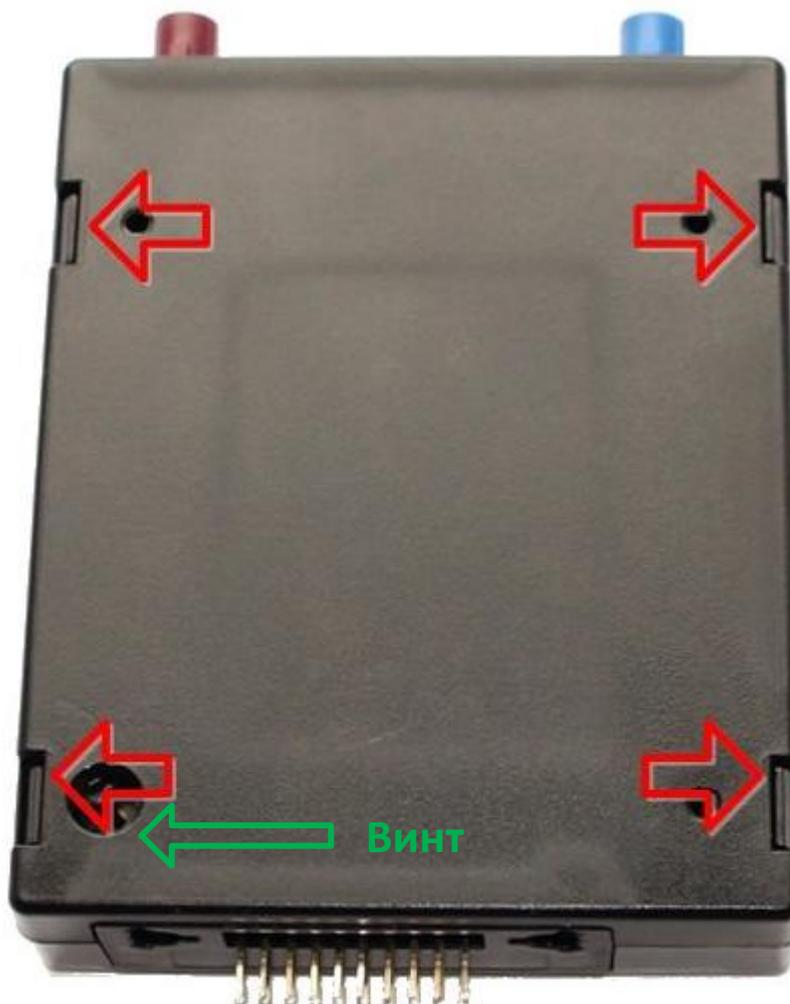

Рисунок 4.2.
2. Вставьте SIM-карту в держатель, удерживая ее за срезанный край (рисунок 4.2).